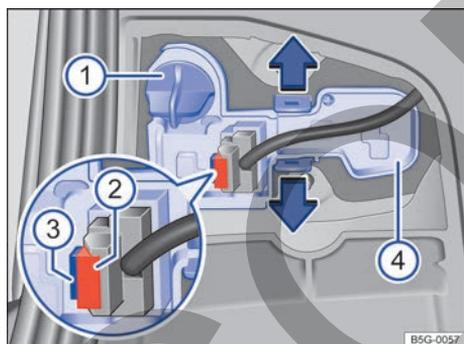

Fig. 197 En el portón del maletero: extraer el portalámparas.
- ④ Gire el portalámparas → fig. 197 ① en el sentido contrario al de las agujas del reloj, hasta el tope, y extraígalo junto con la lámpara hacia atrás.
- ⑤ Sustituya la lámpara averiada por otra nueva del mismo tipo. Coloque el portalámparas ① y gírelo en el sentido de las agujas del reloj hasta el tope.
- ⑥ Extraiga el seguro ②. Presione el bloqueo ③ del conector y desacople el conector.
- ⑦ Desbloquee las pestañas de encastre del portalámparas ④ en el sentido de las flechas y extraiga el portalámparas.
- ⑧ Sustituya la lámpara averiada por otra nueva del mismo tipo.
- ⑨ Coloque de nuevo el portalámparas. Las pestañas de encastre deberán encastrar de forma audible.
- ⑩ Acople el conector al portalámparas y monte la tapa. La tapa tiene que encastrar y quedar bien fijada.
- ⑪ Cierre el portón del maletero → pág. 87.